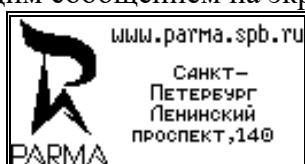

Рисунок 3
6.3.5 Включить питание пульта ДУ, нажав кнопку  . Сразу после включения на экране пульта ДУ отображается заставка с логотипом Компании, как показано на рисунке 3, далее осуществляется процедура инициализации памяти и модуля Bluetooth, сопровождаемая соответствующим сообщением на экране пульта ДУ, рисунок 3а
Рисунок 3а